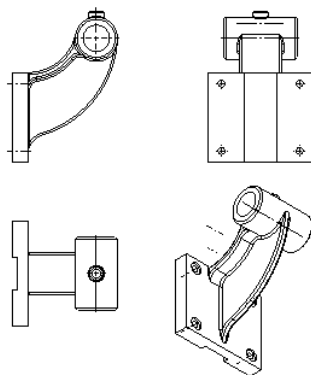

图 6.3.7 创建投影视图
投影视图包括仰视图、俯视图、右视图和左视图。下面以图 6.3.7 所示的视图为例，说
Step3. 选择投影父视图。在系统 **选择一投影的工程视图** 的提示下，选择图 6.3.7 所示的主视图作为投影的父视图。